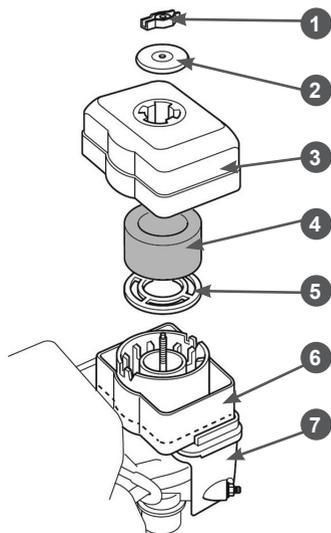

Рис. 27 Обслуживание воздушного фильтра
1. Открутите гайку 1, снимите шайбу 2 и крышку 3 воздушного фильтра (Рис. 27).
2. Извлеките из крышки 3 воздушного фильтра поролоновый фильтрующий элемент 4 (Рис. 27).
5. Снимите с опоры 7 воздушного фильтра масляную ванну 6 и слейте из нее отработанное масло (Рис. 27).
6. Произведите очистку масляной ванны 6 и крышки 3 воздушного фильтра (Рис. 27).
7. Установите масляную ванну 6 в опору 7 воздушного фильтра (Рис. 27) и залейте в нее моторное масло до отметки 1 «OIL LEVEL» на корпусе масляной ванны (Рис. 28).
8. Смочите поролоновый фильтрующий элемент 4 (Рис. 27) специальным или чистым моторным маслом, после чего излишки масла отожмите.